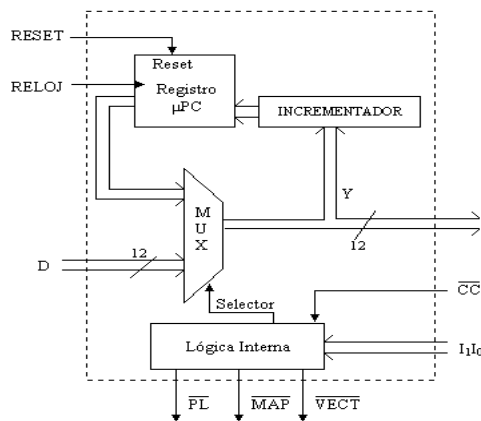

Figura 1. Diagrama de bloques interno de un secuenciador básico.
1.- La figura 1 muestra el diagrama de bloques de un secuenciador básico. Como se puede observar en el diagrama, la dirección del estado siguiente, dada por el bus Y, puede venir de dos lugares posibles: 1) del registro μ PC, ó 2) de la entrada D.